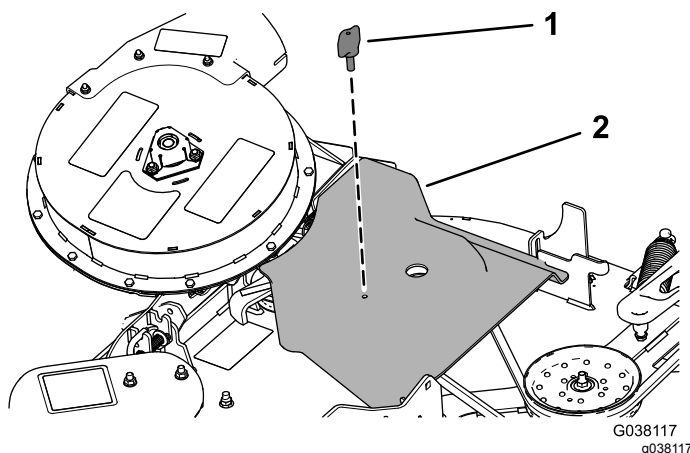

Figure 45
- Recouvrez la courroie de ventilateur de son couvercle et fixez ce dernier avec le bouton (Figure 45).